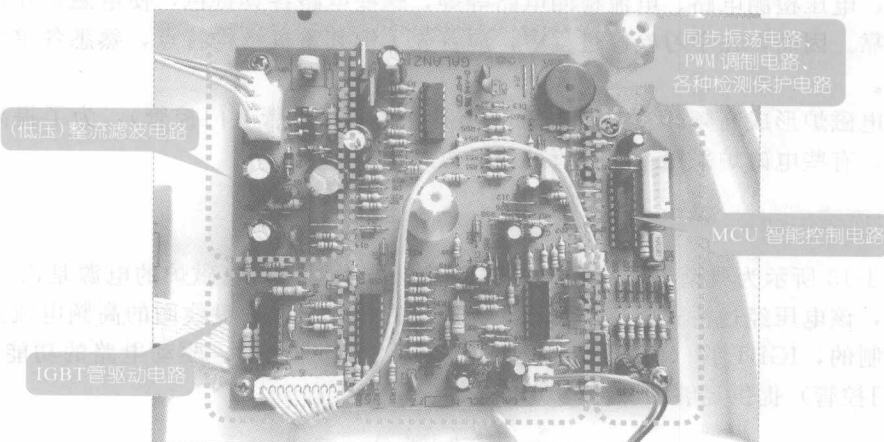

图 1-11 典型检测控制电路板
(2) 检测控制电路板主要包括：MCU 智能控制电路（微处理器控制电路）、锅质检测电路、IGBT 过压保护电路、浪涌保护电路、同步振荡电路、PWM 调制电路、IGBT 驱动电路、温度检测电路、风扇驱动电路、报警驱动电路等，如图 1-11 所示为典型检测控制